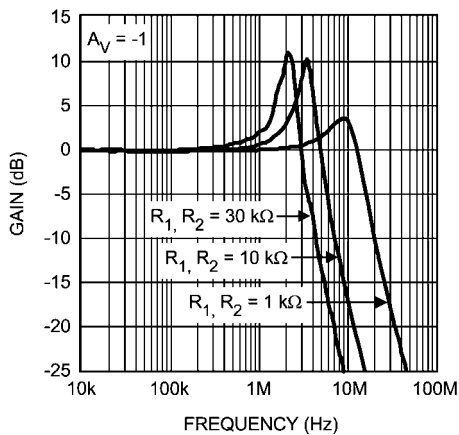

FIGURE 3. Gain Peaking Caused by Large  $R_1$ ,  $R_2$
式 (2) から  $R_1$  と  $R_2$  の値を大きくするとポールは低くなることから、アンプの帯域は減少します。この考え方は、Figure 1 の回路の  $R_1$  と  $R_2$  に異なる値を代入し、その周波数応答を比較することによって検証できます。Figure 3 は、3 つの異なる値の  $R_1$  と  $R_2$  に対する周波数応答を示しています。  $R_1$  と  $R_2$  がいずれも 1k のときは、応答は最もフラットで広がっています。他方、両方の値が 10k または 30k の場合、応答は狭く、大きいピークを持ちます。したがって、広くてフラットな応答を得るには、 $R_1$  と  $R_2$  の値を小さくすることを推奨します。抵抗を小さくしてもノイズの増加を抑えられるので、高感度の回路の実現に役立ちます。